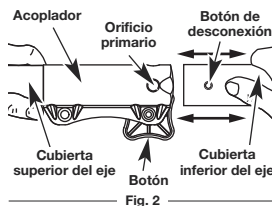

Fig. 2
3. Mientras sostiene con firmeza el bastidor del eje superior, tire del accesorio de cultivador de jardín hacia afuera del acoplador (Fig. 2).
3. Mientras sostiene el accesorio con firmeza, empujelo en línea recta en el acoplador (Fig. 2).